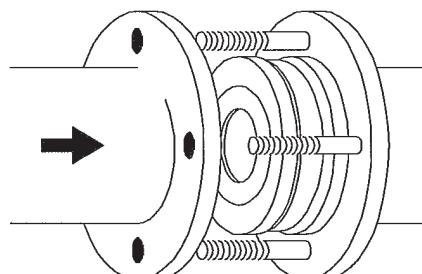

図 3 配管取付図
3.1 図 3 に示すように RK86 型／RK86A 型逆止め弁は、ガスケットと共に法兰ジと法兰ジの間に挟んで使用するウェハー形ですので、取付け・取外しが容易です。